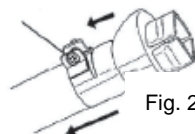

Fig. 2
- Desserrez la vis de montage de la buse, fixez la buse au pistolet thermique puis vissez (Fig. 2).